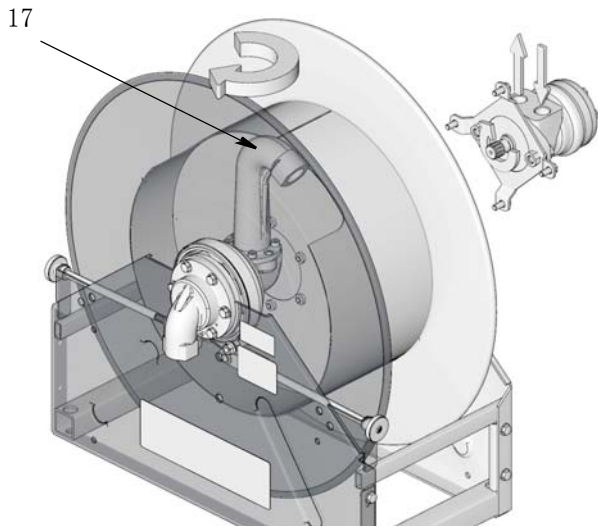

FIG. 25
- b. 如 FIG. 25 所示，旋转出口 (17) 180°。